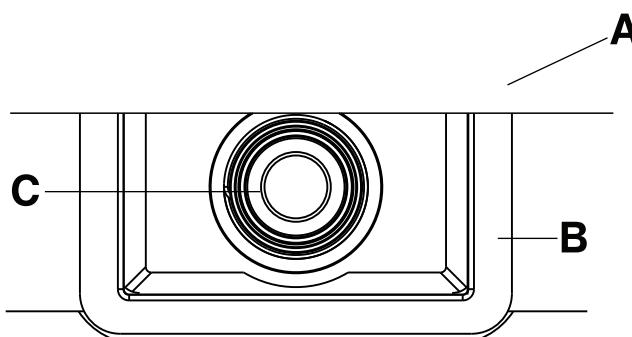
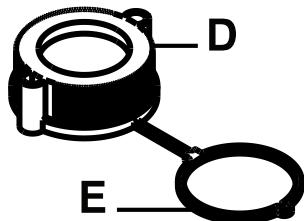

図13-7: エアアタッチメントボックスとバルブ本体
図13-8: キャップとテザー
2. バルブ本体 (C) をつかんで外側に引くと、エアアタッチメントボックス (B) はサポートサーフェイスカバー (A) の外側に伸びます (13-21ページの図13-7)。
3. バルブ本体 (C) (13-21ページの図13-7) の上からテザー (E) (13-22ページの図13-8) を押し込みます。テザー (E) がバルブ本体 (C) のネジ山を超えるまで、テザーを時計回りに回転させます。
4. キャップ (D) (13-22ページの図13-8) がバルブ本体 (C) (13-21ページの図13-7) にねじ込まれていることを確認します。
5. エアアタッチメントボックス (B) をサポートサーフェイス内に押し戻して入れます。